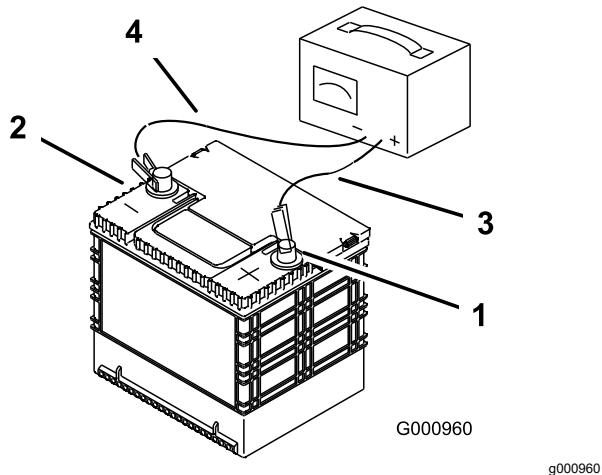

Figura 78
3. Cuando la batería esté completamente cargada, desconecte el cargador de la toma de electricidad, luego desconecte los cables del cargador de los bornes de la batería (Figura 78).